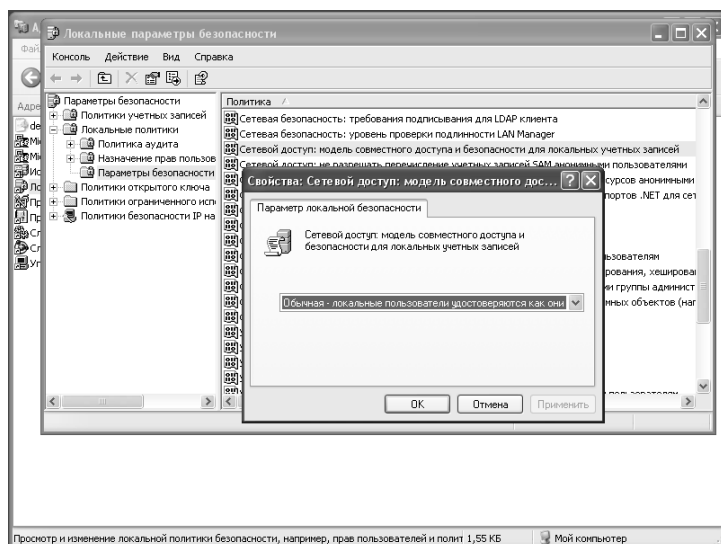

Рисунок 4.70 – Параметры безопасности для Windows XP
- установить в параметрах безопасности (/ Панель управления / Администрирование / Локальная политика безопасности / Параметры безопасности / Сетевой доступ: модель совместного доступа и безопасности для локальных учётных записей) параметр: «Обычная – локальные пользователи удостоверяются как они сами» (см. Рисунок 4.70);